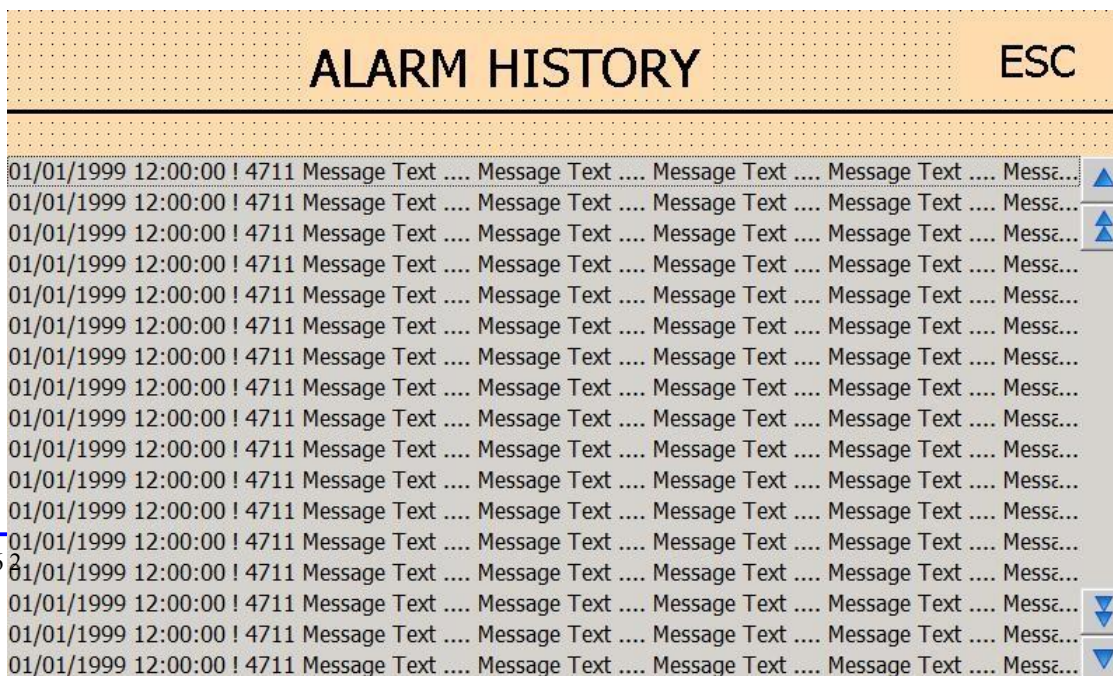

Рис. 11
3) История аварийных сообщений (рис. 11)